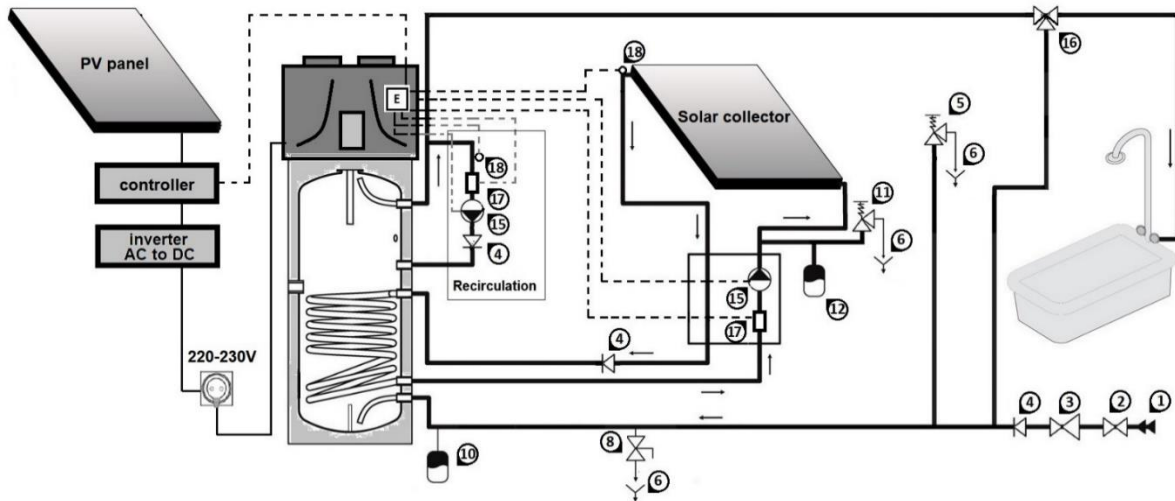
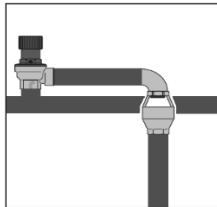

Fig.8 Collegamento alla rete idrica e al collettore solare
Fig.8a
Collegare i tubi di ingresso e uscita dell'acqua fredda ai punti di connessione appropriati. La seguente illustrazione (Fig.8) mostra un esempio di collegamento ad una rete idrica.
- L'installatore del sistema deve obbligatoriamente installare una valvola di sicurezza a 8 bar sul tubo di ingresso dell'acqua fredda (Fig.8).
NOTA: la valvola di sicurezza deve essere aperta manualmente regolarmente per prevenire l'accumulo e/o il blocco di calcare. (Fig.8).
NOTA: il tubo di drenaggio 6 (Fig.8) sulla valvola di sicurezza deve essere installato con un'inclinazione continua verso il basso e in un luogo protetto dal gelo. L'uso di un sifone speciale (Fig. 8a) è obbligatorio!
Riempire il serbatoio d'acqua aprendo il rubinetto di ingresso 2 (Fig.8) e il rubinetto dell'acqua calda nel vostro bagno. Il serbatoio dell'acqua è pieno solo quando l'acqua senza aria scorre attraverso il rubinetto dell'acqua calda. Verificare la presenza di perdite da guarnizioni e connessioni. Stringere bulloni o connessioni ove necessario.